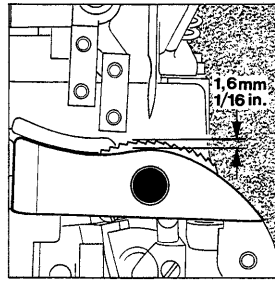
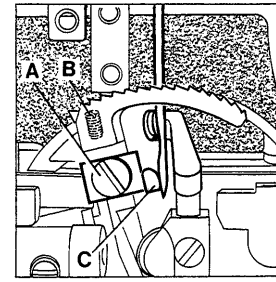

Fig. 9
Fig. 10
The lower feed dog is set correctly when its teeth rise slightly more than the depth of a full tooth (approx. 1.6 mm (1/16") above the throat plate (see Fig. 9). To raise or lower the feed dog loosen screw (A, Fig. 10) and set the feed dog to the specified height. Retighten screw (A). Now reset stop screw (B) in feed dog to maintain the adjusted feed dog height.
Set the needle guard (C, Fig. 10) so that it just touches the needle when it is at its most forward point of travel. To move guard forward or backward loosen screw (A) and move needle guard as required. Retighten screw.
**NOTE:** Screw (A) serves also to fasten the lower feed dog. Therefore make sure not to disturb the feed dog height when setting the needle guard.
Der untere Transporteur ist richtig eingestellt, wenn die Transporteurzähne die Stichplatte etwas mehr als eine volle Zahnhöhe (ca. 1,6 mm) überragen (siehe Fig. 9). Zum Höher- oder Tieferstellen des Transporteurs lösen Sie die Schraube (A, Fig. 10) und stellen den Transporteur auf die vorgeschriebene Höhe. Ziehen Sie die Schraube (A) wieder an. Nun stellen Sie die Anschlagsschraube (B) im Transporteur so, daß die eingestellte Transporteurhöhe erhalten bleibt.
Stellen Sie den Nadelanschlag (C, Fig. 10) so, daß er die Nadel gerade leicht berührt, wenn er am vordersten Punkt seiner Bewegung steht. Zum Verstellen des Anschlags nach vorne oder hinten lösen Sie die Schraube (A) und stellen den Anschlag entsprechend ein. Ziehen Sie die Schraube wieder an. **BEACHTEN SIE:** Mit der Schraube (A) wird gleichzeitig der untere Transporteur befestigt. Beachten Sie deshalb beim Einstellen des Nadelanschlags, daß die Transporteurhöhe nicht verändert wird.